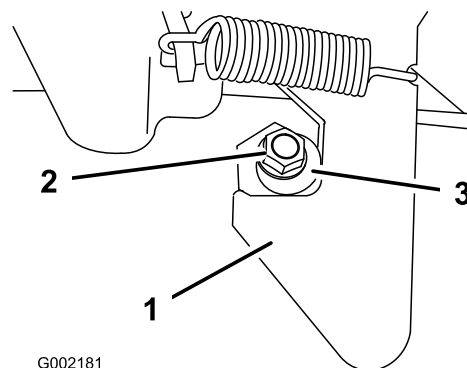

Bild 65
1. Lösen Sie die Sicherungsmutter am Ende der Riegelstrebe (Bild 65).
2. Drehen Sie die Riegelstrebe nach rechts, bis sie bündig mit dem Hakenteil des Riegels ist (Bild 65).